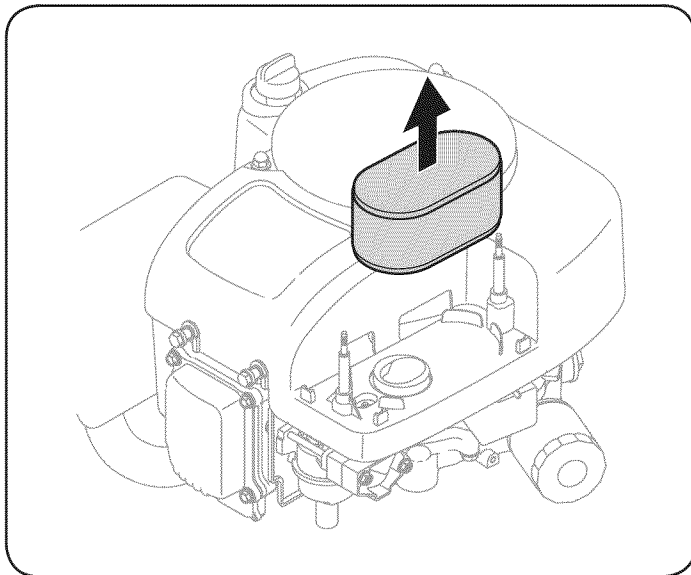

Figura 17
2. Retire del filtro de aire. Vea la Figura 17.